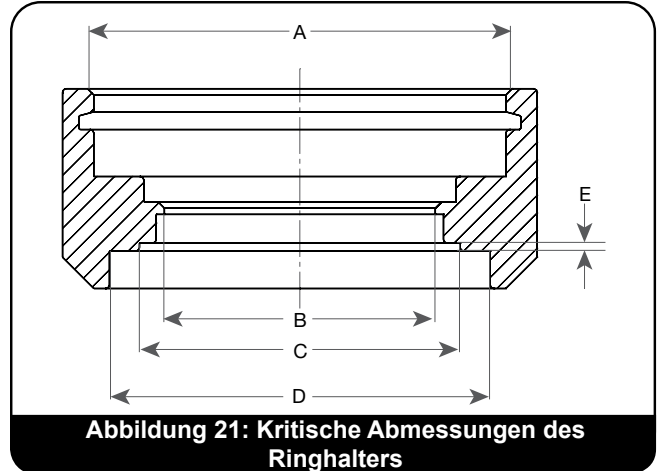

Abbildung 21: Kritische Abmessungen des Ringhalters
2. Montieren Sie den Einstellring wieder an der Düse. Stellen Sie sicher, dass der Ring auf der Düse niedrig genug ist, um einen ausreichenden Abstand zwischen dem Scheibenhalter und dem Einstellring zu ermöglichen, damit die Scheibe auf der Düse und nicht auf dem Ring sitzt (siehe Abbildung 21 und Tabelle 5).